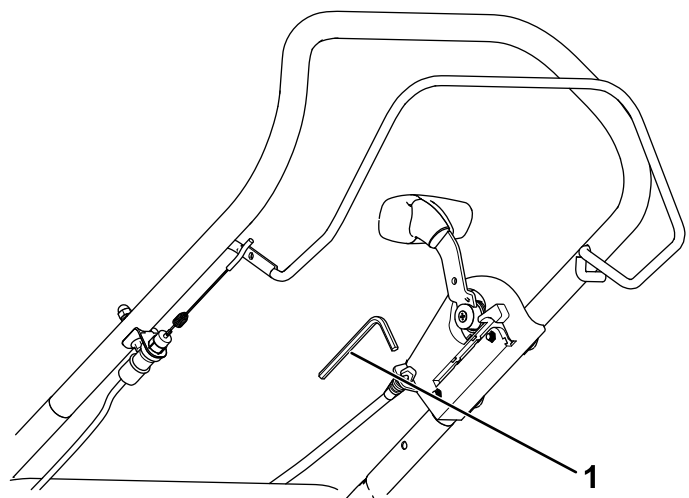

Bild 18
2. Entfernen Sie den Sechskantschlüssel von der Transporthebelbaugruppe (Bild 18).